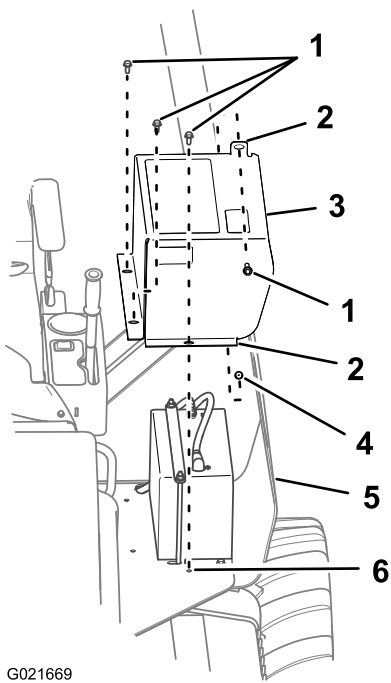

Figure 58
2. Enlevez le boulon qui fixe le couvercle de la batterie à la plaque du système ROPS (Figure 58).
3. Retirez les 3 boulons qui fixent le couvercle de la batterie à la plaque-forme de l'utilisateur, et déposez le couvercle (Figure 58).
1. Alignez les trous des brides de fixation pour le couvercle de la batterie sur les trous dans la plaque-forme de l'utilisateur autour de la batterie (Figure 58).
2. Fixez le couvercle de la batterie à la plaque du système ROPS avec un boulon (Figure 58).
3. Fixez le couvercle de la batterie à la plaque-forme de l'utilisateur au moyen des 3 boulons retirés précédemment (Figure 58).